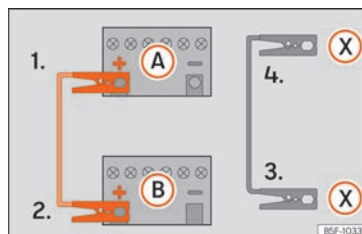

Abb. 44 Anschlussschema für Fahrzeuge mit Start-Stopp-System.
- 4b. Bei Fahrzeugen mit Start-Stopp-System: ein Ende des schwarzen Starthilfekabels (X) an einen geeigneten Masseanschluss, ein massives, fest mit dem Motorblock verschraubtes Metallteil oder an den Motorblock selbst anklammern » Abb. 44.
5. Klemmen Sie das andere Ende des schwarzen Starthilfekabels (X) im Fahrzeug mit der entladenen Batterie an ein mit dem Motorblock verschraubtes, massives Metallteil oder an den Motorblock selbst, aber so weit wie möglich von der Batterie (A) entfernt an.